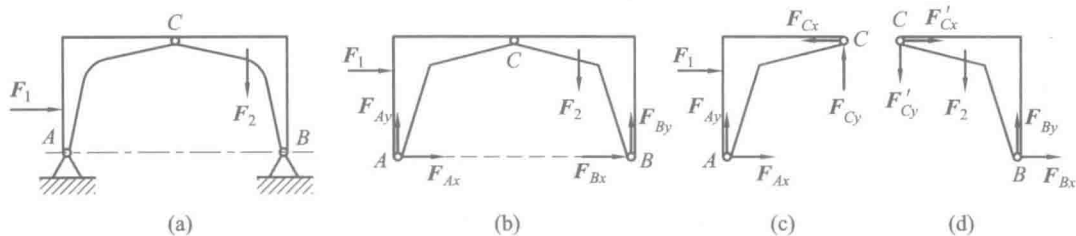

图 1.9
例 1.3 画出图 1.9(a)所示三铰拱整体及各部分的受力图。不计自重，所有接触处均光滑。
解 (1) 整体受力分析如图 1.9(b)所示: 先画主动力 F_1 、 F_2 , 再画反力, 整体与周围物体有两个接触点, A、B 均为固定铰链约束, 反力方向不能确定, 用一对正交力表示。
(2) AC 受力分析如图 1.9(c)所示: 先画主动力 F_1 , 再画反力, AB 与周围约束有两个接触点, A、C 均为固定铰链约束, 反力方向不能确定, 分别用一对正交力表示。注意 A 的反力与整体一致。
(3) BC 受力分析如图 1.9(d)所示: 先画主动力 F_2 , 再画反力, 与周围约束有两个接触点 B 和 C, C 为固定铰链, 用一对正交力表示, 注意正交力的方向和图 1.9(c)中的 C 点反力方向相反, 互为作用力和作用反力。B 的反力与图 1.9(b)中的保持一致。